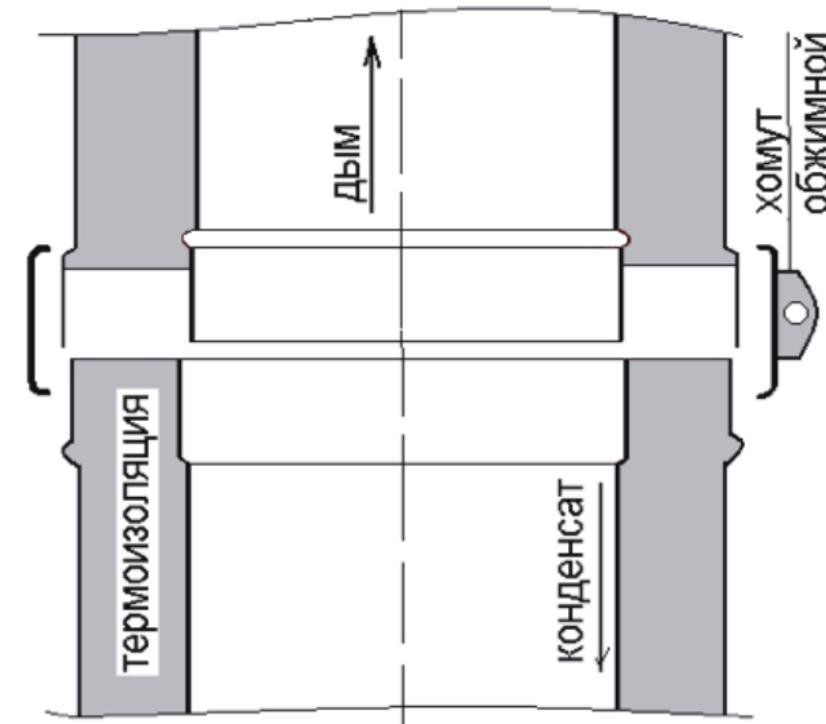

Рис. 5. Схема сборки труб «сэндвич»
7.7. При сборке дымохода зазоры в местах соединения элементов заполнить жаропрочным герметиком и скрепить обжимными хомутами (см. рис.5).
7.12. Вся дальнейшая сборка до пересечения с кровлей осуществляется однотипными элементами – «сэндвичами». Стыковка «сэндвичей» производится по «конденсату» (см. рис. 5).